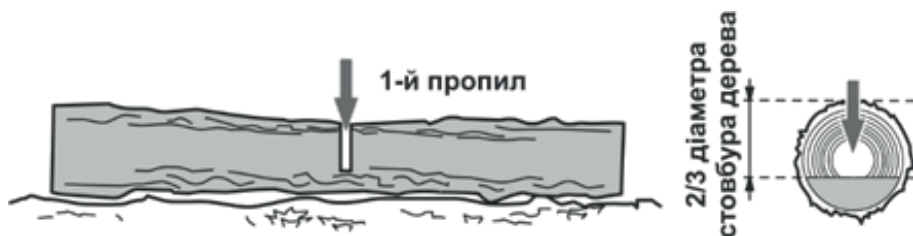

Рисунок 11. Схема попереднього розпилу колоди.
1. Перший розпил зробити згори вниз на 2/3 діаметра стовбура дерева (рис. 11).